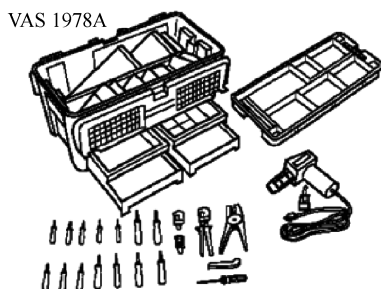

图 13-3-3 线束修理包 (VAS 1978A)
3) 线束修理包 (VAS 1978A), 如图 13-3-3 所示。